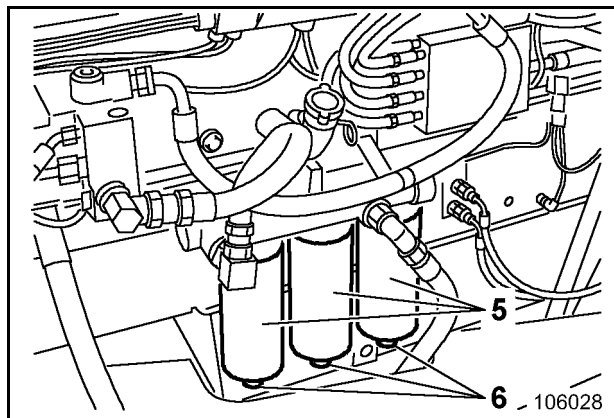

Fig. 3-46:
- Desenroscar los filtros (5, Fig. 3-46:).